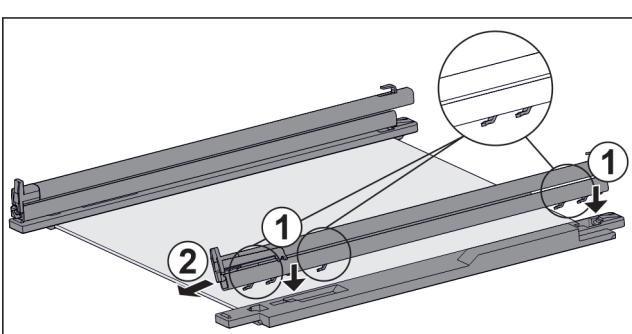

Fig. 154 Steklena plošča z vodili in držalnimi deli
► Kavelj vodila namestite na odprtine **levega** držalnega dela. Fig. 154 (1)
- Vodilo potisnite proti sprednji strani. Fig. 154 (2)
- Kavelj vodila namestite na odprtine **desnega** držalnega dela. Fig. 154 (1)